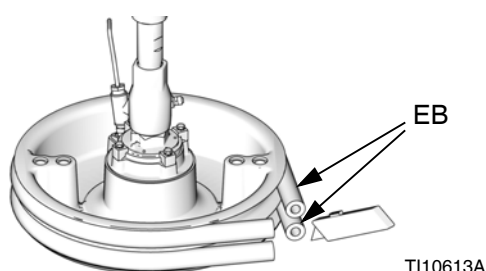

ABB. 19
2. Den Trennschalter (M) in Stellung OFF drehen.
3. Um verschlissene oder beschädigte Abstreifer (EB) zu ersetzen, Folgeplatte aus dem Behälter herausheben. Fass vom Boden entfernen. Material von der Folgeplatte abwischen.
4. Oberen und unteren Abstreifer mit einem Cuttermesser durchschneiden, und Abstreifer von der Folgeplatte entfernen. Siehe ABB. 19.